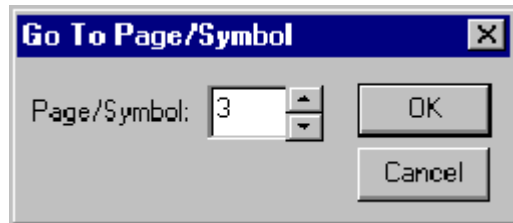

图 3.20
2. 加入新的一页，选择 File->Edit Page/Symbol->Go To，出现图 3.20 对话框。